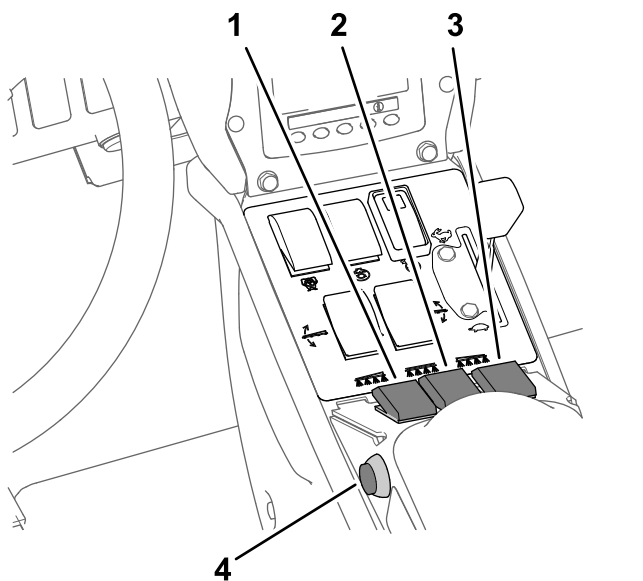

Figura 36
7. Impostate l'interruttore (o interruttori) delle sezioni di irrorazione in posizione di ACCENSIONE (Figura 36).
10. Guidate alla velocità desiderata e poi impostate l'interruttore principale delle sezioni in posizione di ACCENSIONE per iniziare a irrorare (Figura 36).
3. Impostate l'interruttore principale delle sezioni in posizione di SPEGNIMENTO; fate riferimento alla Figura 36 in Irrorazione in modalità con volume di applicazione \(pagina 37\).
7. Impostate gli interruttori delle singole sezioni, come opportuno, in posizione di ACCENSIONE; fate riferimento alla Figura 36 in Irrorazione in modalità con volume di applicazione \(pagina 37\).
9. Guidate alla velocità desiderata e poi impostate l'interruttore principale delle sezioni in posizione di ACCENSIONE per iniziare a irrorare; fate riferimento alla Figura 36 in Irrorazione in modalità con volume di applicazione \(pagina 37\).